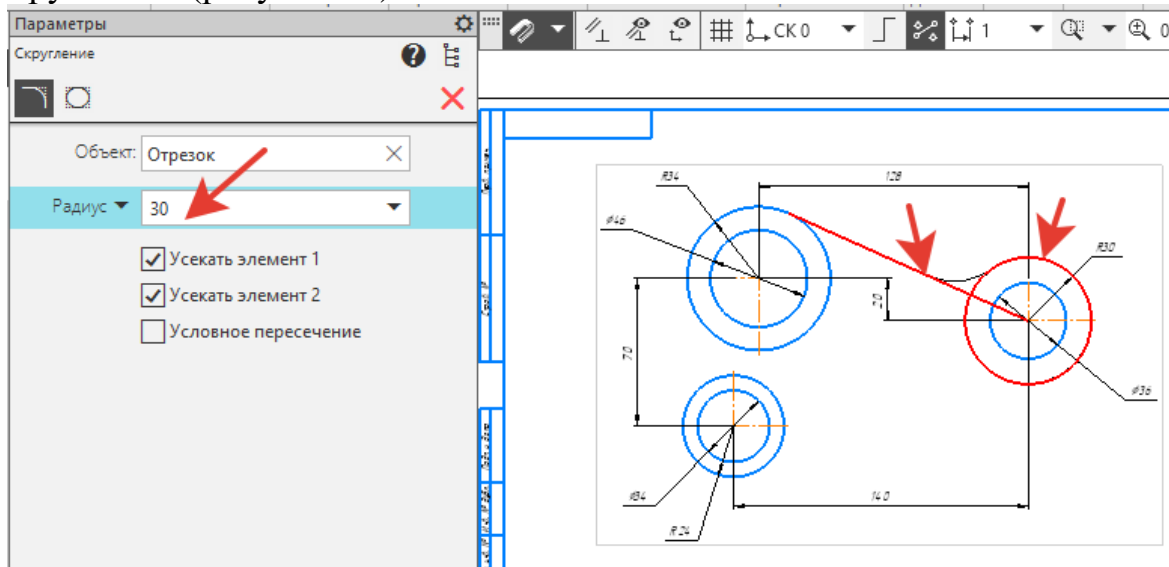

Рисунок 31.
4. Постройте плавное сопряжение построенного отрезка и окружности $R30$, дугой радиусом 30 . На инструментальной панели **Геометрия** -  **Скругление**. В **Параметрах** ввести: **Радиус** - 30 . После этого укажите курсором на отрезок и на окружность (рисунок 31).